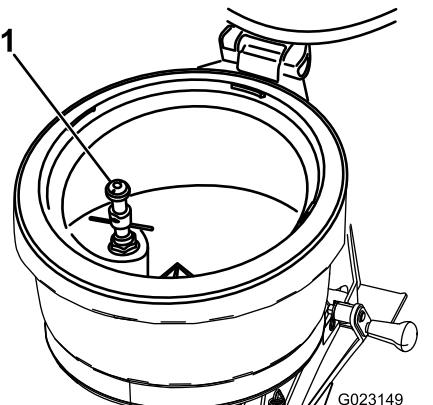

Bild 34
Die Behälterspülung (Bild 34) befindet sich im Ejektorbehälter. Mit der Behälterspülung entfernen Sie Chemikalienrückstände von der Innenseite des Behälters, in dem die Chemikalie verpackt ist. Die Behälterspülung wird mit einer Lösung vom Sprühsystem unter Druck gesetzt. Der Chemikalienbehälter wird mit der Sprühsystemlösung gespült, die an der Tülle der Behälterspülung ausfließt.
- A. Setzen Sie die Lippe des Behälters über die Behälterspülung und drücken Sie nach unten, um das Ventil zu öffnen, siehe Bild 34 in Behälterspülung \(Seite 20\).